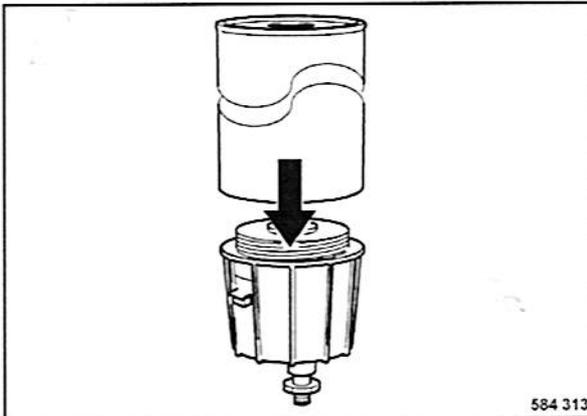

Fig. 143
- Desenroscar el separador de agua del cartucho filtrante (Fig. 143).